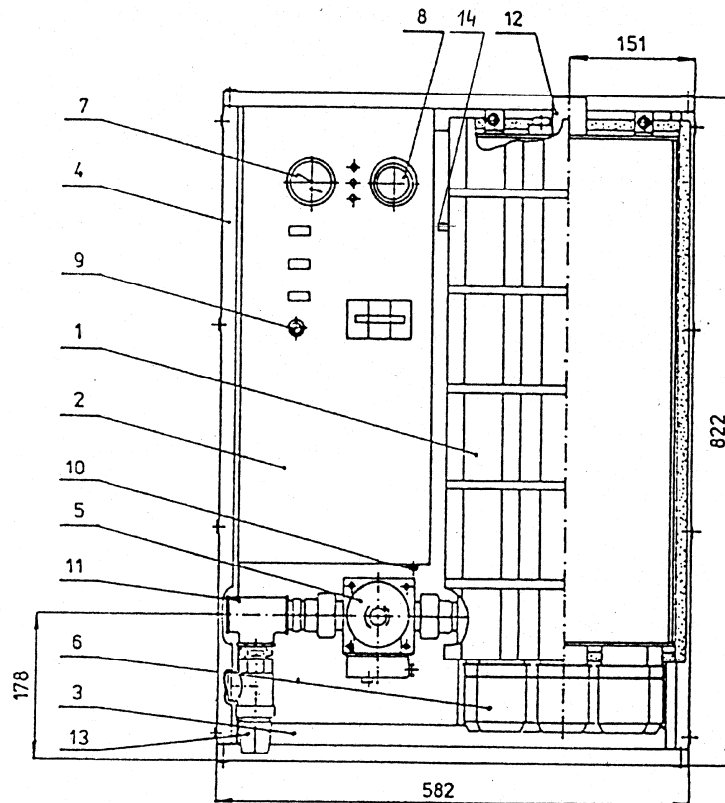

Рис. 2
**Расширительный сосуд под давлением устанавливается вне электрокотла.** На рис. 2 (стр. 11) указан вариант установки предохранительного клапана внутри электрокотла.